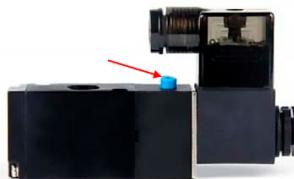

Рисунок 2 – Фиксатор для ручного переключения
- 5.5. В случае необходимости ручного управления следует воспользоваться фиксатором, указанным на рис. 2.